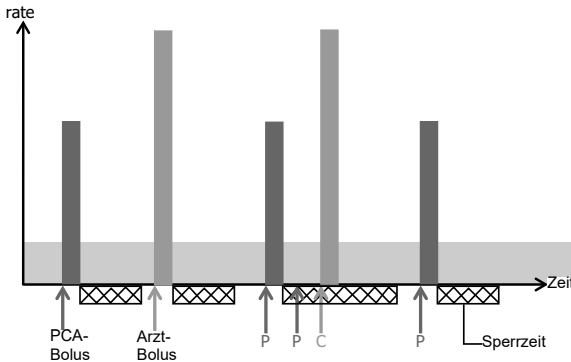

Abbildung 4.3: PCA-Bolus + fortlaufender Infusionsmodus
- PCA-Bolus + fortlaufende Rate, siehe Abbildung 4.3, Seite 27